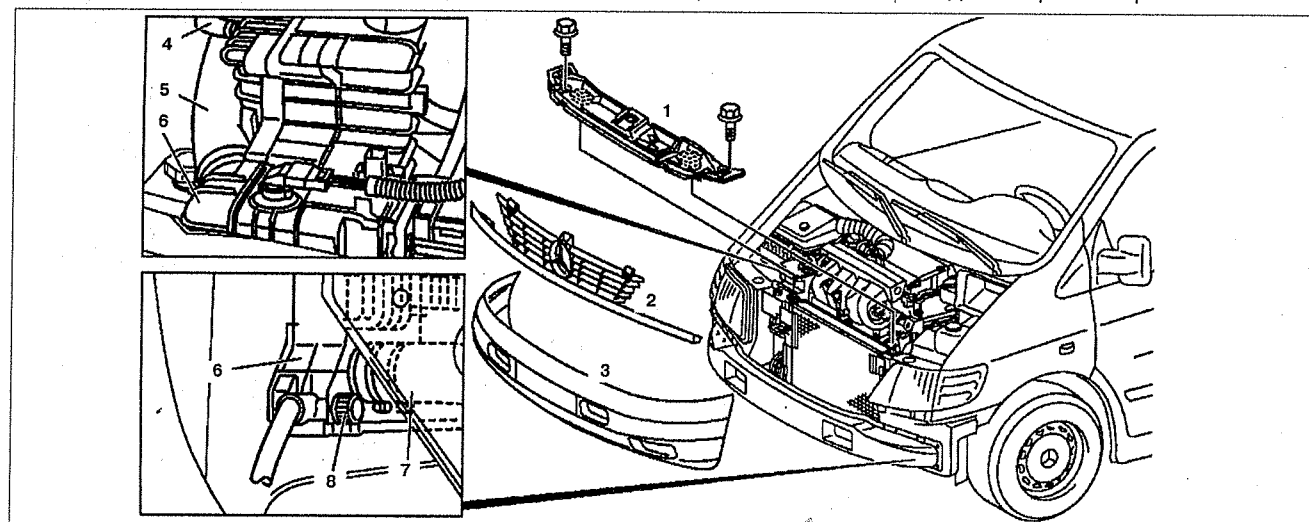

Рис. 2.99. Снятие радиатора: 1. Верхняя поперечная балка, 2. Решетка радиатора, 3. Бампер, 4, 5, 7. Трубки охлаждающей жидкости, 6. Радиатор, 8. Сливной кран.
4. Снимите решетку радиатора 2 (см.рис.2.99).